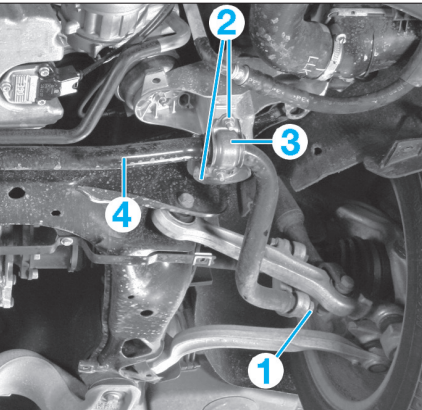

Fig. 15
- Dévisser la vis (1) (Fig.15).
- Dévisser les écrous (2) des paliers (3).
- Déposer la barre stabilisatrice (4).